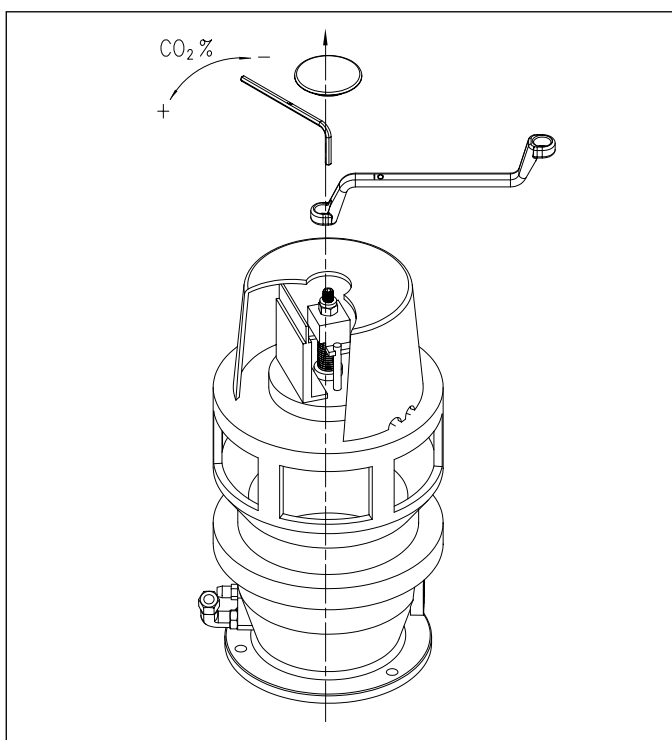

fig. 29 Ajuster CO2% / O2% au système SMI
- Contrôler le CO2% (O2-%) dans le tableau. Ajuster si nécessaire à l'aide de vis au système SMI (voir fig. 29). Contrôler la flamme par le viseur, celle-ci doit être stable, sa coloration doit être bleue avec des particules orangées sur le pourtour du brûleur,